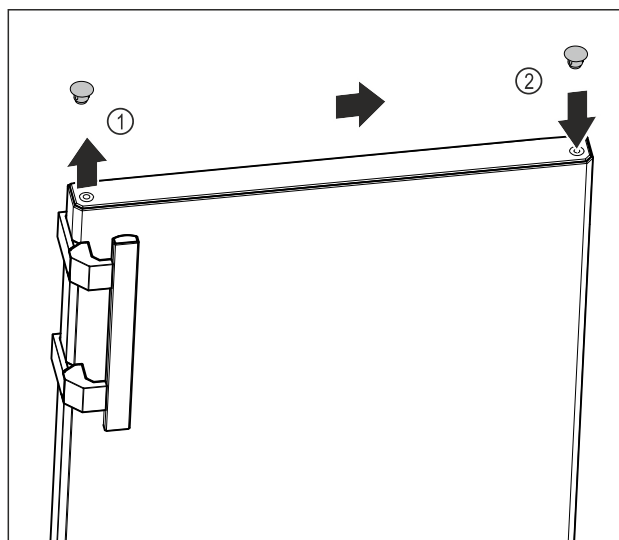

Fig. 17
- ▶ Soulever avec soin le cache de recouvrement de la partie supérieure de la porte Fig. 17 (1) au moyen d'un tournevis plat.
- ▶ Placer le cache de recouvrement du côté opposé. Fig. 17 (2)